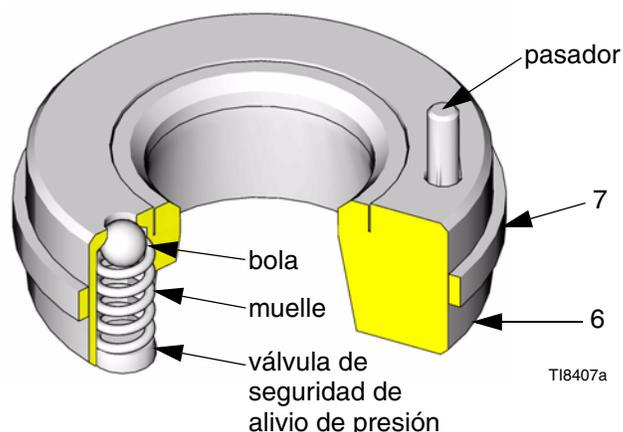
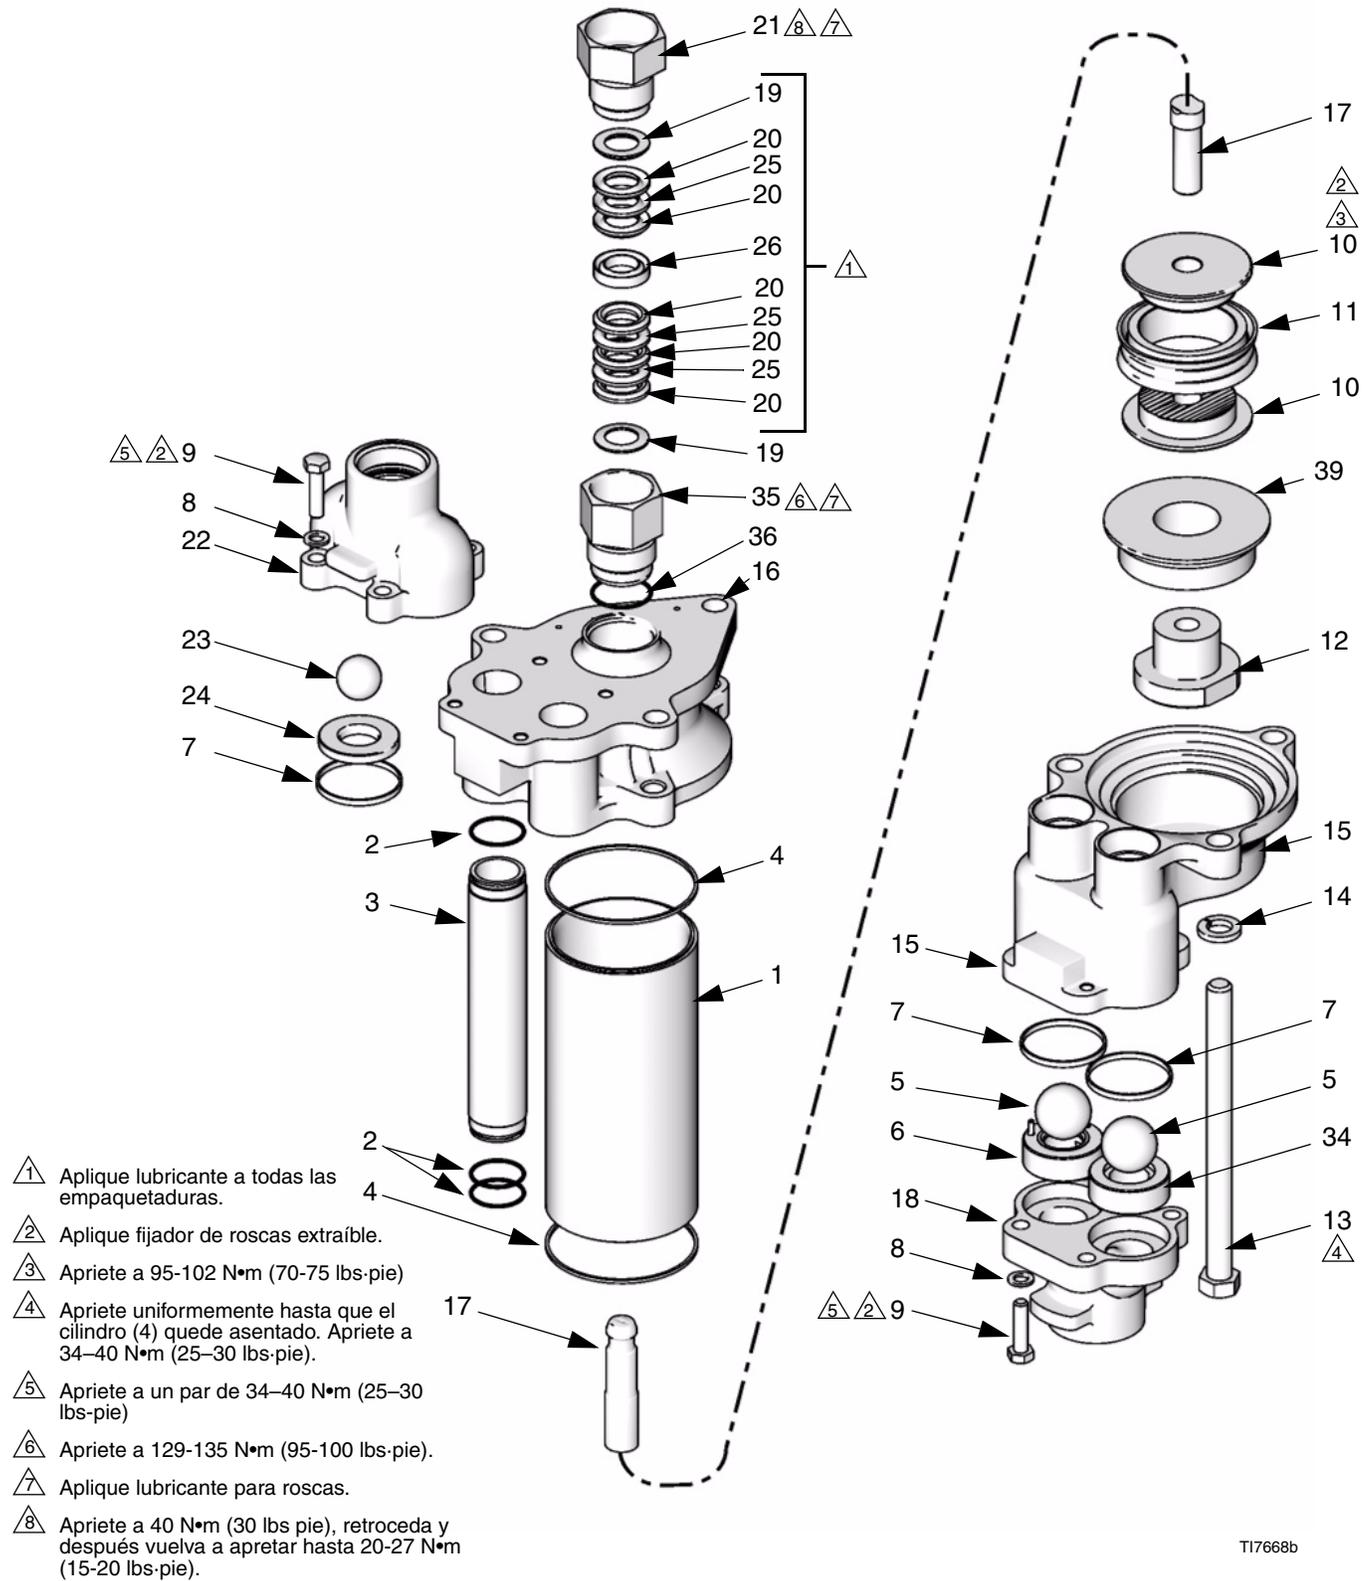

FIG. 4
FIG. 7
- Desmonte la bomba del motor tal como se explica en la página 6. Vea también la FIG. 7.
- Fije el colector de entrada (18) en un tornillo.
- Afloje, sin quitarla la tuerca prensaestopas (21) y el cartucho (35). Vea FIG. 7.
- Saque los cuatro tornillos (9) y las arandelas (8) situados alrededor del colector de salida (22).
- Desmonte el colector de salida (22), las bolas (23), los asientos (24) y las juntas (7).
- Saque los tres pernos (13) y las contratuercas (14) del cilindro. Quite levantándola la carcasa de salida (16) junto con los tubos de líquido (3), el cilindro (1) y el conjunto del pistón (17, 10, 11, 12 y 39).
- Retire la el cartucho del cuello (35) y la junta tórica (36).
- Extraiga los tubos (3) y el cilindro (1) de la carcasa de entrada (15). Tire del conjunto del pistón para extraerlo del cilindro.
- Retire el colector de entrada (18) del tornillo.
- Extraiga los cuatro tornillos de caperuza (9) y arandelas (8) del colector de entrada (18). Inserte un destornillador de punta plana entre la carcasa de entrada (15) y el colector de entrada (18) para separarlos.
Un asiento de admisión (6) incluye una válvula de alivio de la presión (V). Este asiento debe estar exactamente donde se muestra (lado izquierdo según se muestra en la FIG. 7). Utilice como guía el texto moldeado en la carcasa de entrada.
- Saque las bolas (5), los asientos de entrada (6 y 34) y las juntas (7).
- Inspeccione la válvula de alivio de presión del asiento (6) para asegurarse de que no esté obstruida. Presione hacia abajo la bola de la válvula para ver si la bola y el muelle se mueven libremente. Vea FIG. 4.